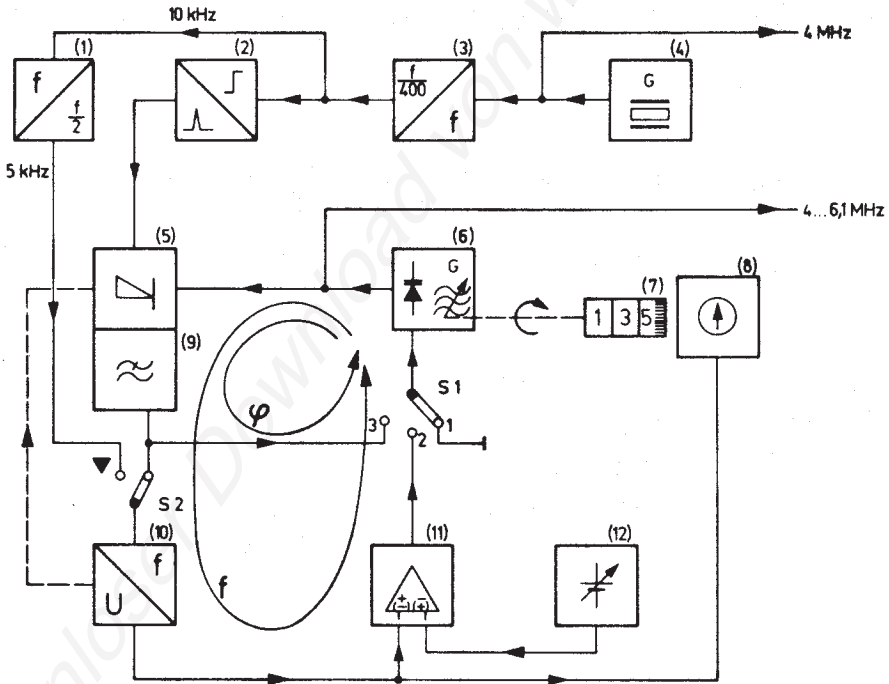

Bild 2 Blocksaltbild des Frequenzteils
Das Frequenzteil wird nachfolgend an Hand von Bild 2 beschrieben:
Außerdem wird die Diskriminatorausgangsspannung im Operationsverstärker (11) mit einer variablen Sollwertspannung (12) verglichen. Die verstärkte Differenzspannung beeinflusst in der Betriebsart Frequenzregelung (S 1 in Stellung 2) eine Kapazitätsdiode im Schwingkreis des variablen Oszillators (6) und regelt dessen Frequenz. Auf diese Weise ergibt sich der in Bild 2 durch den großen, mit f gekennzeichneten Bogen veranschaulichte Frequenzregelkreis.